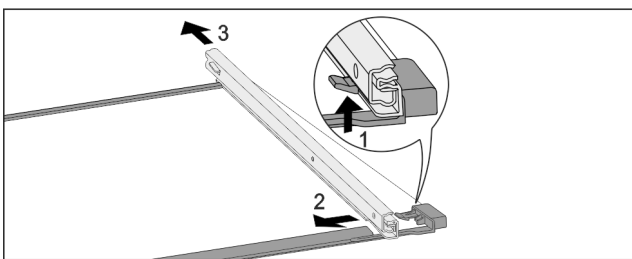

Fig. 191 Glasplatte mit Schienen
- ▶ Vorderen Rasthaken nach oben drücken. Fig. 191 (1)
- ▶ Auszugsschiene zur Seite Fig. 191 (2) und nach hinten Fig. 191 (3) wegschieben.